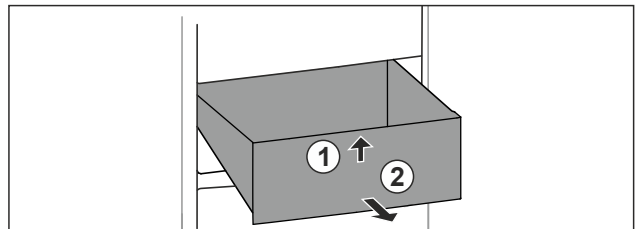

Fig. 69
- ▶ Sollevare il cassetto dal davanti. Fig. 69 (1)
- ▶ Rimuovere il cassetto tirandolo in avanti. Fig. 69 (2)